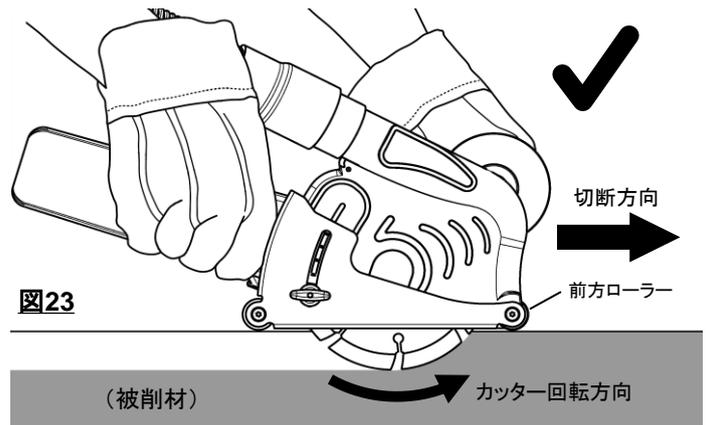

図23
2. 集塵機を起動し、本体をしっかり保持した状態でグラインダを起動して下さい。まず前方ローラーを被削材上に接地させてからカッターを入れ、グラインダをゆっくりと前へ押し進めて下さい。(図23)